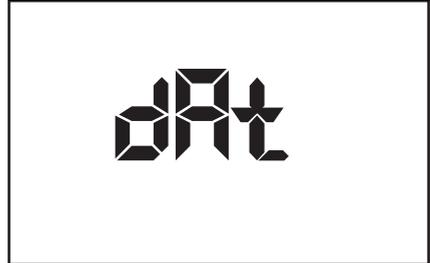

Bild 7.1: Anzeige bei Datumseingabe
Beim erstmaligen Drücken der Taste "SPEICHERN" (8) nach dem Einschalten wird kurz "dAt" angezeigt, siehe Bild 7.1.